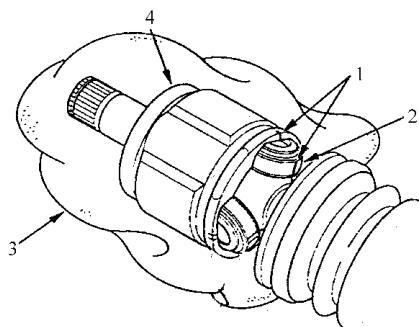

图 6-64 将内球笼放在维修布上
3) 在每个滚柱和内球笼上作一个标记，以便识别滚柱和凹槽在内球笼内的位置。然后，如图 6-64 所示，拆卸内球笼，放在维修布上。将滚柱从内球笼上拆除时，小心不要让滚柱掉落。